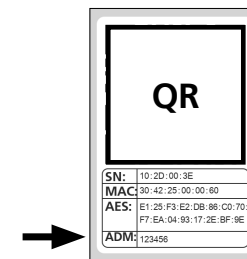

Abb. 9
! Hinweis: Den werksseitigen Administratorcode finden Sie auf dem QR-Code Aufkleber des Zylinders unter der Angabe „ADM“ (Abb. 9).
- 8 Nach einem kurzen Moment erhalten Sie eine Rückmeldung, dass die Daten übertragen wurden. Bestätigen Sie mit „OK“ (Abb. 9).